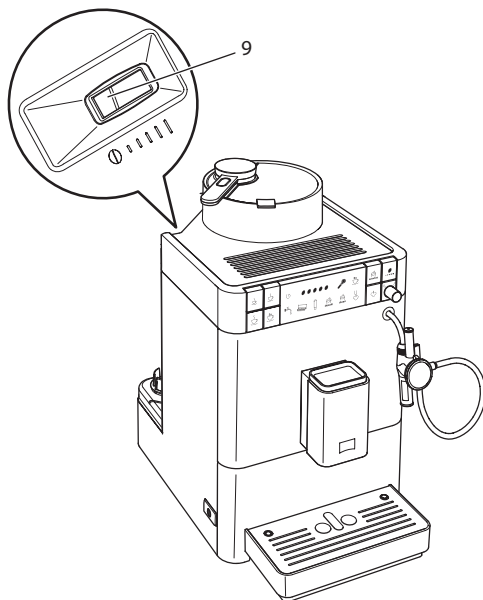

Fig. 14: Leva per la regolazione del grado di macinazione (Caffeo® Varianza® CS)
- » Sul corpo della macchina diventa visibile la leva "regolazione del grado di macinazione" (9).
2. Spostare la leva verso sinistra o verso destra, come illustrato nella Fig. 14.